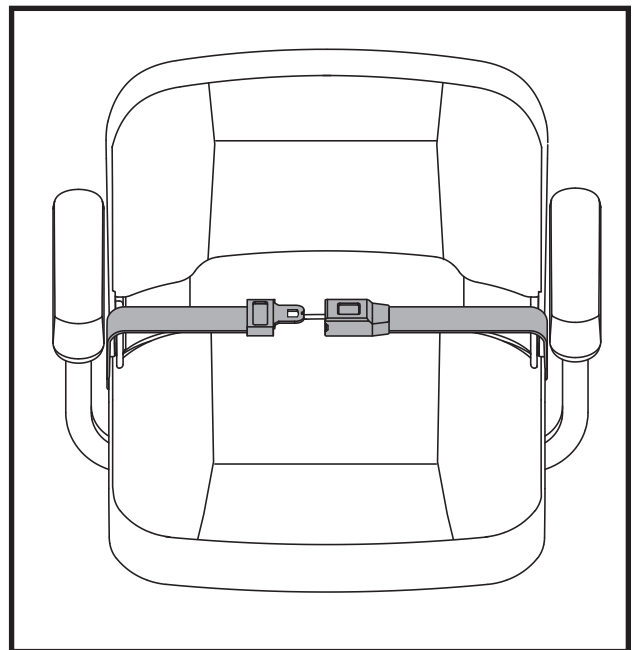

Figure 23. Ceinture de positionnement - De type attache in métal ou ceinture de positionnement - Crochet réutilisable et boucle de fixation
1. Insérez l'onglet de la ceinture côté droit dans la boucle de ceinture côté gauche jusqu'à ce que vous entendiez le "clic". Voir la figure 23.